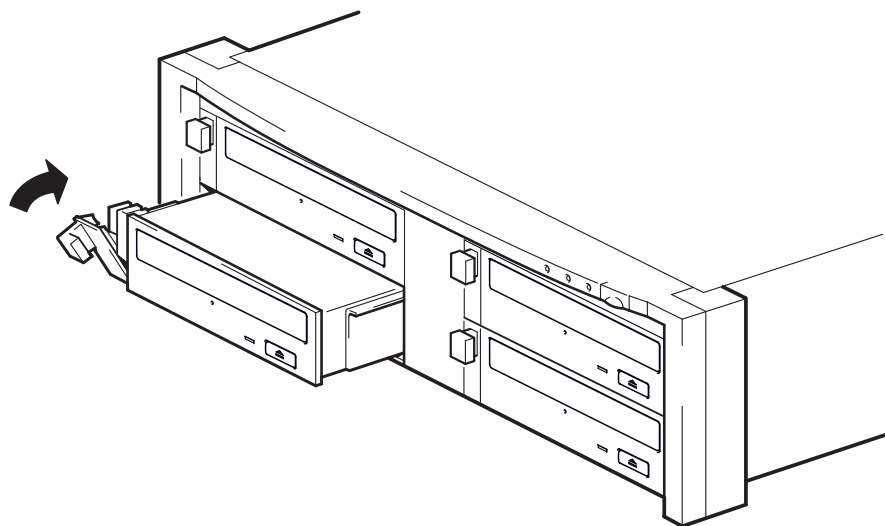

図 1b: ドライブの取り付け
- 2 図 1b のように、DVD+RW ドライブを空いているベイに挿入し、ドライブの両側にあるガイド・レールがパーティション・ウォールのスロットに収まっていることを確認します。リア・コネクタがしっかりと接続されるように、DVD+RW ドライブが十分に差し込まれていることを確認します。取外しレバーは少し閉じた位置に戻ります。